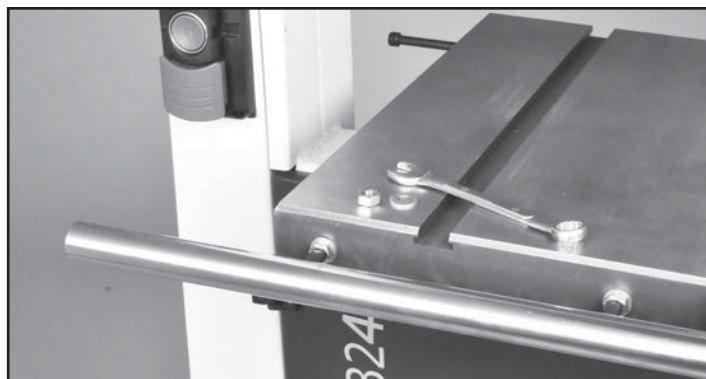

FIGURE 5
1. Montez la clôture rail de guidage (# 11F) sur l'avant bord de la table avec les deux barres de guide écrous et rondelles (# 15F, 16F) Fig. 5. Placer la barre de sorte qu'il est parallèle à la surface de la table, un é égale distance à partir du bord avant de la table lorsqu'elle est mesurée sur les deux bords avant gauche et droite de la table.